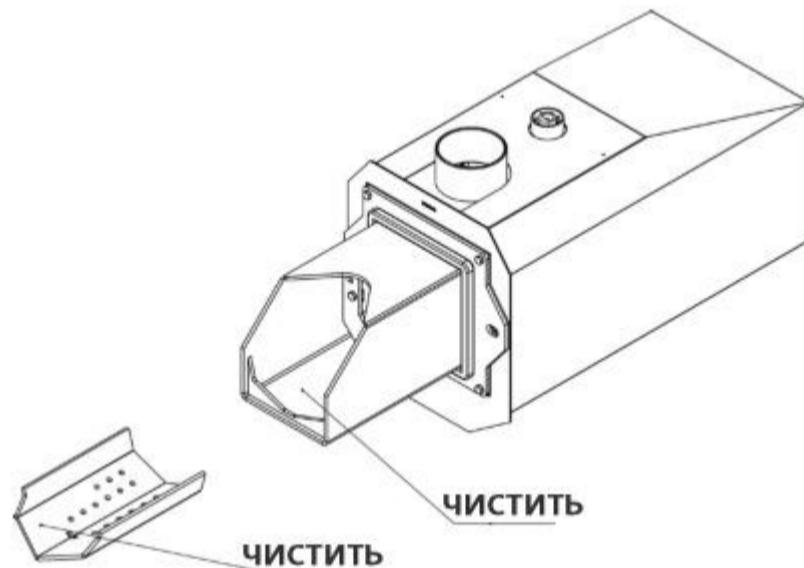

Рис. 16 Чистка горелки Платинум Био.
3. Снять решётку горелки и очистить её (обратить внимание на проходимость аэрационных проводов). Очистить корпус решётки горелки (рис.16)